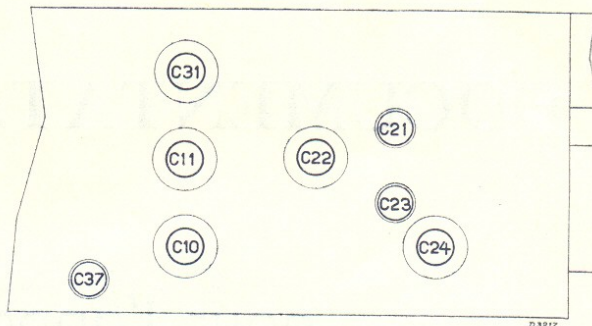

Fig. 3
6. Régler C24 et C21 sur la puissance de sortie maximum (voir fig. 3).
8. Régler C23 et C22 sur la puissance de sortie maximum (voir fig. 3).